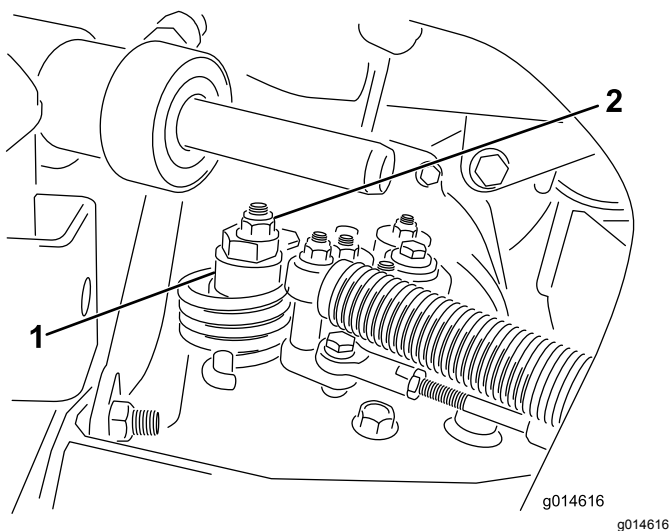

Figura 35
A. Allentate il dado che fissa l'eccentrico alla parte superiore dell'igrostatò (Figura 35).
C. Fate girare l'eccentrico finché non riscontrate movimenti in alcuna direzione. Quando la ruota cessa di girare, serrate il dado di bloccaggio dell'eccentrico per mantenere la messa a punto (Figura 35). Verificate la regolazione portando l'acceleratore in posizione di MINIMA e MASSIMA.